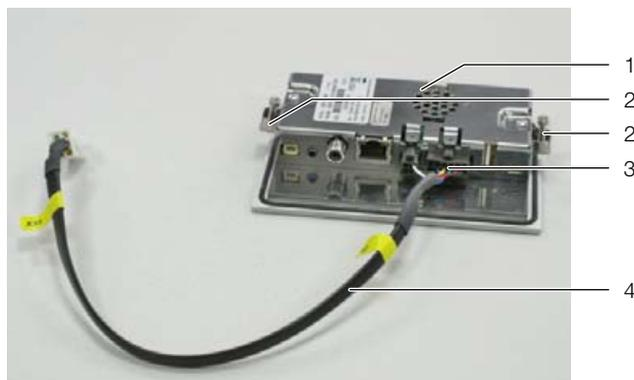

Рис. 30: Подготовка графического дисплея
- Установите крепления с помощью винтов (рис. 30, поз. 2) слева и справа на дисплей.
- Подключите кабель подключения (рис. 30, поз. 4) снизу к дисплею (рис. 30, поз. 3).